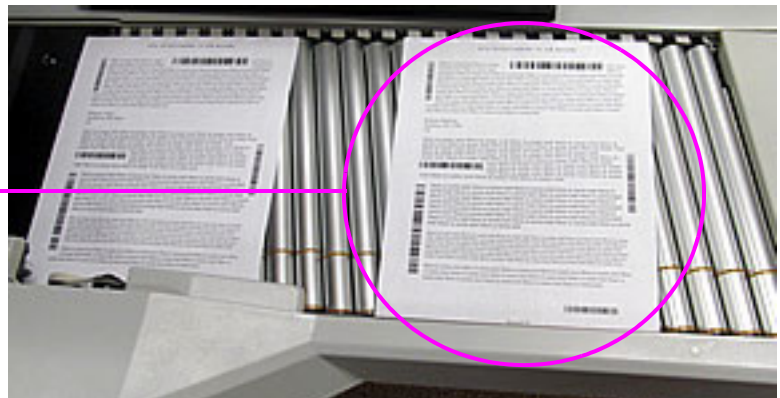

Abbildung 3-26: Idealer Abwurfbereich
3. Legen Sie das erste Objekt auf den Förderer, wie in Abbildung 3-26 dargestellt. Das Objekt wird in den Scanner eingezogen und im Laufbildschirm wird ein Miniaturbild angezeigt, und ein größeres Bild des Objekts erscheint im Bildbetrachtungsfenster.